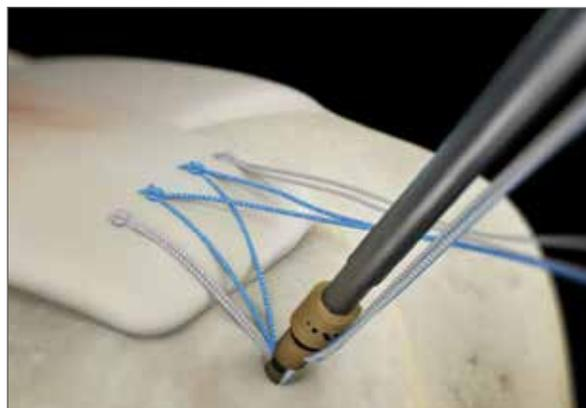

Abbildung 7
8. Spannen Sie ggf. die Fäden, indem Sie an den Fadenenden ziehen (**Abbildung 7**).